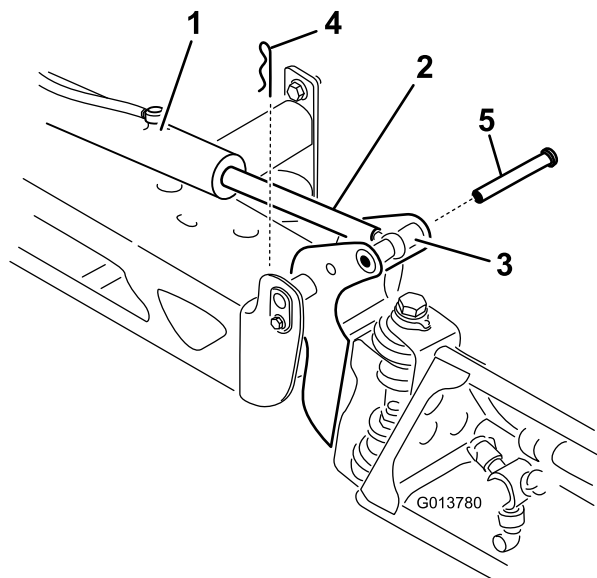

図 101
2. ピボットピンからコッターピンを抜き取る 図 101。
3. ブームを持ち上げて、ピンを外し 図 101、ブームをゆっくりと床面に降ろす。
9. ブームを支えながら、ブームのピボットとアクチュエータロッドにピンを通す (図 101)。